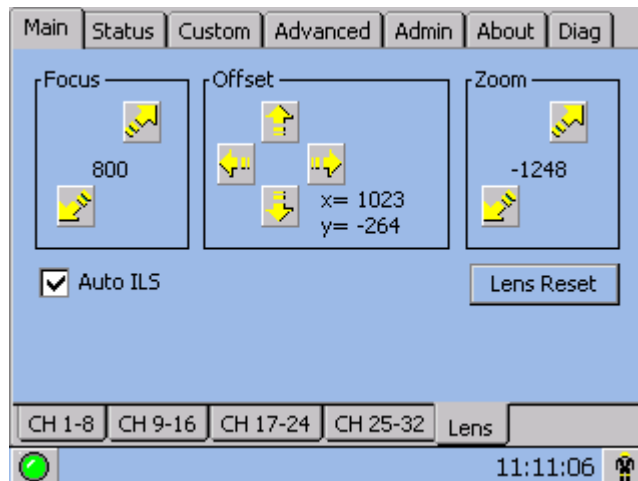

Figure 2-34 Система ILS
2. С помощью кадрового тестового шаблона DC2K (рекомендуется использовать шаблон DC2K Framing.tga) отрегулируйте значение параметра **Offset** (Смещение), нажимая кнопки со стрелками вверх, вниз, влево или вправо в меню **Main: Lens** (Главное: объектив) (Figure 2-34), чтобы получить на экране квадратное изображение. **ПРИМЕЧАНИЯ.** **1)** Для продолжения движения удерживайте кнопки нажатыми. **2)** Чтобы обеспечить оптимальные оптические характеристики при установке проектора со смещением относительно центра экрана, следует свести к минимуму трапецидальное искажение. При этом для совмещения центра изображения с центром экрана рекомендуется регулировать смещение, а не изменять положение корпуса проектора. **3)** Чтобы добиться оптимальных результатов, не устанавливайте слишком большие значения наклона или смещения. Наличие виньеток по углам белого тестового шаблона свидетельствует о слишком большом значении смещения, которое следует устранить посредством регулировки вручную.